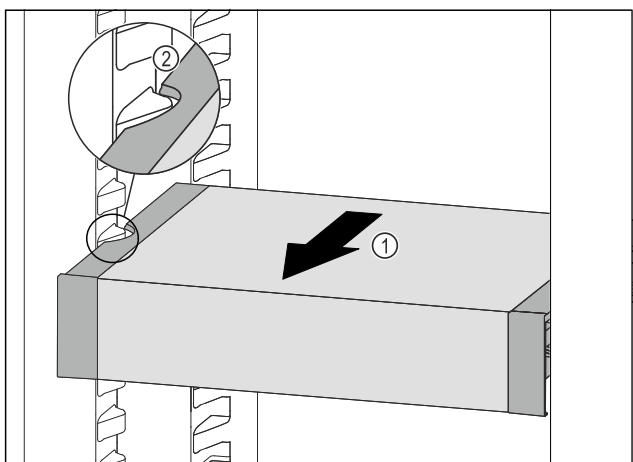

Fig. 72
- VarioSafe ťahajte dopredu Fig. 72 (1), dokým sa bočné vybrania VarioSafe nebudú nachádzať vo výške rebra nádoby v chladničke. Fig. 72 (2)